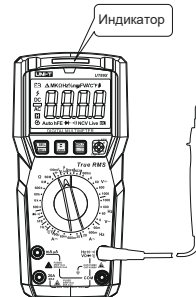

Рис.13
9.11 Идентификация фазного или нейтрального провода подключением одного щупа (Рис. 13) (только UT89X)